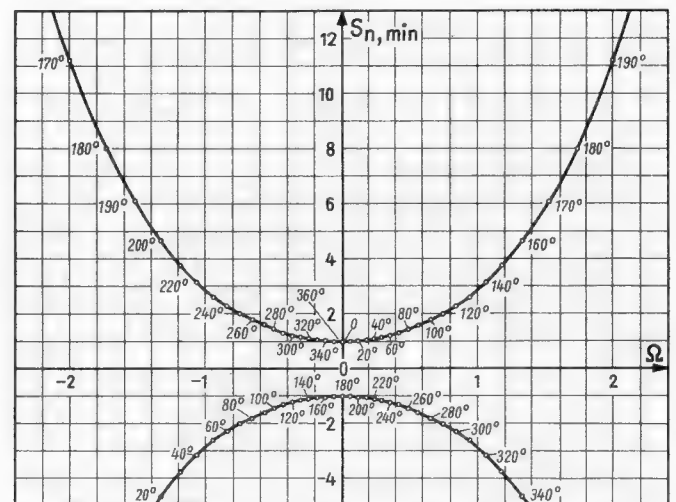

Bild 4. Minimumfunktion des normierten Schwingsicherheitsfaktors
Die daraus als Funktion von φ ermittelten Werte für Ω werden in Gleichung (28) eingesetzt, und man erhält die in Bild 4 gezeigte Minimumfunktion des normierten Schwingsicherheitsfaktors $s_{n, min} = f(\Omega, \varphi)$. Die für jeden Winkel φ ebenfalls auftretenden Maxima sind für die Berechnung der Schwingsicherheit nicht von Bedeutung, da der Schwingsicherheitsfaktor dort negativ ist und demnach definitionsgemäß die stärkste Gegenkopplung vorliegt. Man wird also dort durch die Gegenkopplung die größte Verstärkungseinbuße erhalten.
Wie man nun aus Bild 4 entnehmen kann, liegen die beiden Minima der Schwingsicherheit, also die größten Entdämpfungen, für $\varphi = 180^\circ$ symmetrisch zur Bandmittenfrequenz, und beide haben den gleichen, größtmöglichen Betrag. Man könnte also eine Verstärkerstufe, bei der entweder die Durchlaßkurve durch eine Entdämpfung schief ist, oder deren Verstärkung zu gering ist (da man den Schwingsicherheitsfaktor sehr groß gewählt hat, um eine Entdämpfung zu vermeiden), dadurch verbessern, daß man den Phasenwinkel der Stufe durch Schaltungsmaßnahmen auf $\varphi = 180^\circ$ bringt. Dadurch wird die Durchlaßkurve im ersten Fall wieder symmetrisch. Im zweiten Fall kann man die Schwingkreise am Eingang und Ausgang hochohmiger machen und damit die Schwingsicherheit herabsetzen, ohne daß die Durchlaßkurve schief wird. Die zusätzliche Phasendrehung läßt sich sehr leicht durch Parallelschaltung eines reellen Widerstandes zur Kollektor-Basis-Strecke verwirklichen.
Zur Berechnung der Schwingsicherheit einer Verstärkerstufe benötigt man nur die in der positiven Halbebene von Bild 4 eingezeichnete Kurve. Durch Messung ermittelt man die Phasenwinkel von Steilheit und Rückwirkung des betref-
fenden Transistors. Aus Bild 4 entnimmt man dann für $\varphi = 180^\circ + \varphi_R + \varphi_S$ den kleinsten Wert für $s_{n, \min}$ und die zugehörige normierte Verstimmung. Nach Wahl von s_{\min} kann man mit den Werten $s_{n, \min}$ und s_{\min} und den Meßwerten $|Y_R|$ und $|S|$ nun die beiden charakteristischen Schaltungsgrößen, nämlich die zulässigen Resonanzleitwerte g_{2e} und g_{1a} der Kreise am Eingang und Ausgang des Transistors berechnen. Dabei gilt (siehe Gleichung (28))